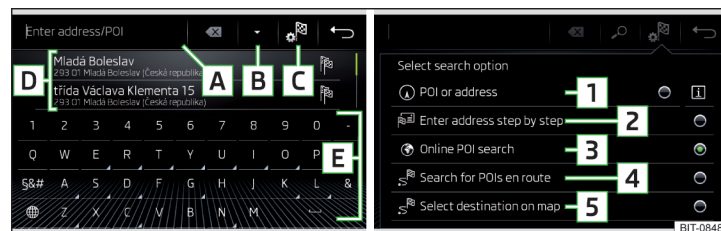
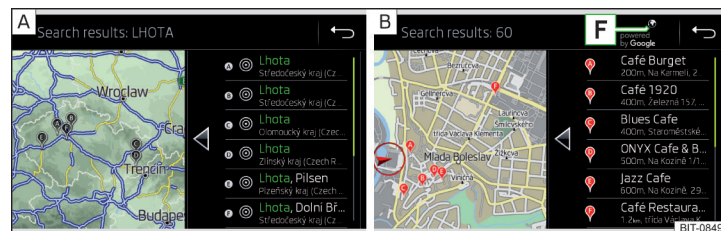
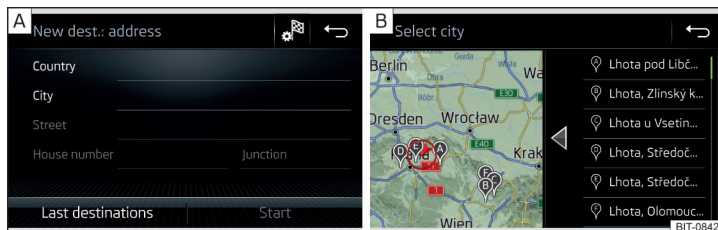

Fig. 228 Căutarea destinației: Meniul principal/selectarea modului de căutare
Fig. 229 Lista destinațiilor căutate: în datele de navigație/online
Fig. 230 Introducerea destinației prin intermediul adresei: Meniul principal / lista localităților căutate
- Dacă nu se afișează meniul pentru căutarea destinației, ci meniul pentru introducerea destinației prin intermediul adresei sau pentru introducerea destinației pe hartă, atingeți suprafața de comandă funcții *Apăsați scurt* **F** → **1** » fig. 228.
Descrierea suprafeței de comandă funcții » fig. 228, resp. » fig. 229
- ▶ Apăsăți scurt pe suprafața de comandă funcții **C** → **1/2/4/5** » fig. 228.
- ▶ Pentru afișarea destinațiilor căutate, atingeți scurt suprafața de comandă funcții **B** » fig. 228.
- ▶ Atingeți scurt suprafața de comandă funcții **C** → **3** » fig. 228.
- ▶ Pentru căutarea destinațiilor pe baza parametrilor introduși apăsați scurt suprafața de comandă funcții **B** » fig. 228.
- ▶ Dacă nu se afișează meniul pentru introducerea destinației prin intermediul adresei » fig. 230 - **A**, atingeți suprafața de comandă funcții **Apăsăți scurt** → **2** » fig. 228 la pagina 197.
Există posibilitatea ca în timpul introducerii numelui unei localități, să fie afișată automat o hartă cu o listă cuprinzând localități cu același nume » fig. 230 - **B**.
- Apoi atingeți suprafața de comandă funcții Apăsați scurt  → **[5]** » fig. 228 la pagina 197.